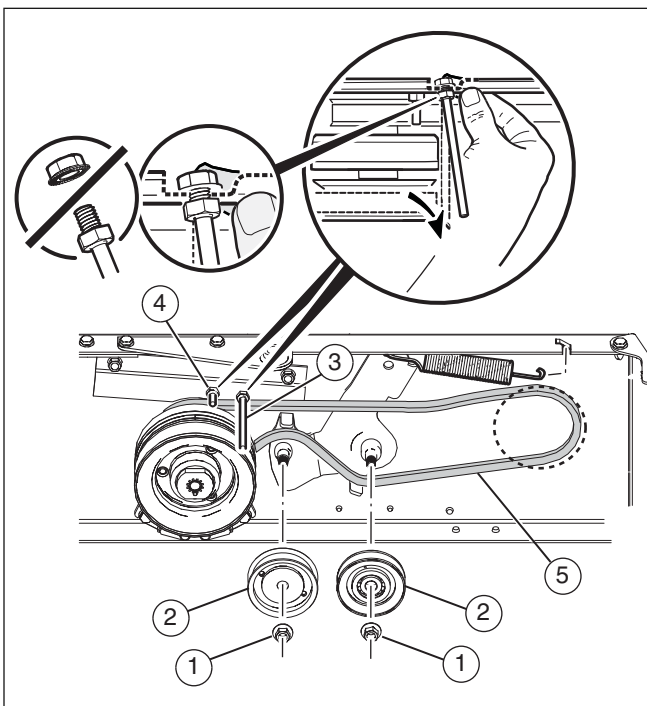

Abbildung 33
3. Die zwei Muttern (1) und Spannscheiben (2) entfernen (siehe **Abbildung 33**).
4. Die Riemenführungen (3) und (4) von der Stapelriemenscheibe lösen.
5. Den Fahrantriebsriemen (5) von Antriebsriemenscheibe und Stapelriemenscheibe abziehen.